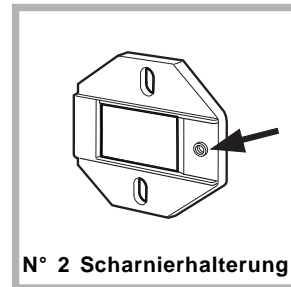

Abb. 1
- Montieren Sie die Scharnierhalterungen auf die Vorderseite mit den Schrauben **C**, indem Sie das in der *abb. 1* von einem Pfeil angezeigte Loch in Richtung Innenseite der Vorderfront anbringen.